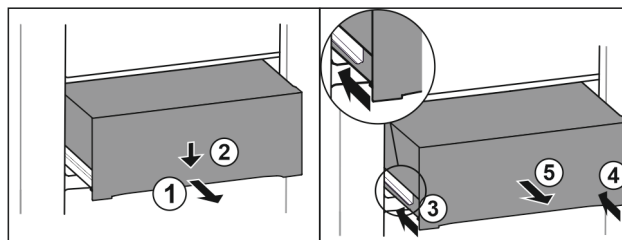

Fig. 106
- Trekk skuffen ut halvveis. Fig. 106 (1)
- Skyv skuffen foran nedover. Fig. 106 (2)
- Sett inn den venstre skinnen ca. 2 cm. Fig. 106 (3)
- Sett inn den høyre skinnen ca. 2 cm. Fig. 106 (4)
- Ta ut skuffen framover. Fig. 106 (5)